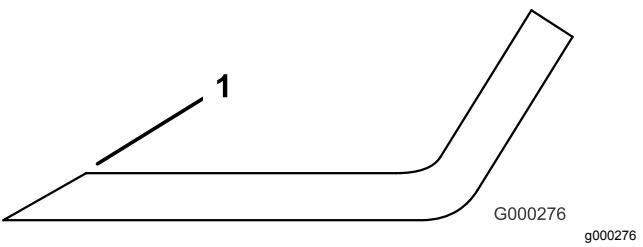

Figura 131
- 3. Inspecione as extremidades de corte de todas as lâminas e afie-as se apresentarem sinais de desgaste ou ranhuras (Figura 131).
Nota: Afie apenas a zona superior da parte cortante e mantenha o ângulo de corte original para garantir um desempenho eficaz da lâmina (Figura 131). A lâmina manterá o equilíbrio se for retirada a mesma quantidade de metal de ambas as extremidades de corte.